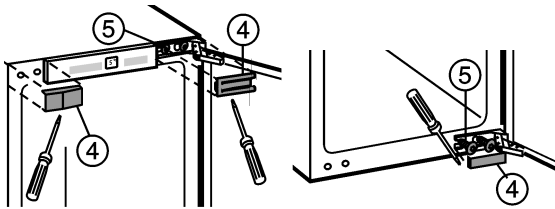

Fig. 2
- ▶ Tryk påtasten On/Off Fig. 2 (4) ca. 2 s.
- Løft afdækningsdele Fig. 2 (4).
- Montageskruer Fig. 2 (5) løsnes kun.
- Montageskruer Fig. 2 (5) foroven og fornedet flyttes til den modsatte side.
- Apparatets dør hænges ind i de formonterede montageskruer Fig. 2 (5).
- Spænd montageskruerne Fig. 2 (5).
- Afdækningsdele Fig. 2 (4) monteres igen.